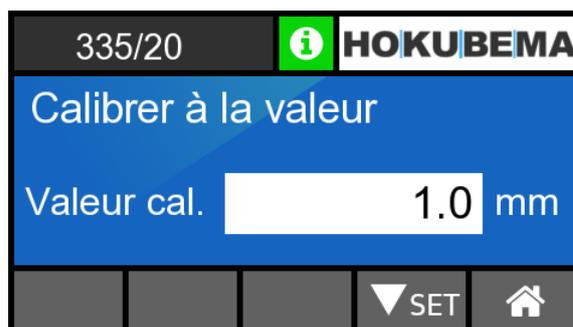

Figure 40 : menu de calibrage avec valeur de calibrage
- Dans la fenêtre qui s'ouvre, appuyez sur le bouton « **Calibrage** » → Le menu de calibrage s'ouvre (voir ⇒ Figure 40).